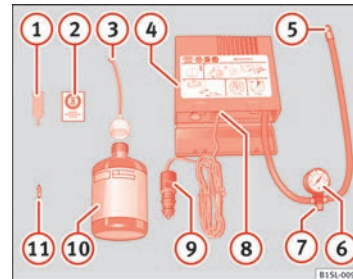

Abb. 146 Prinzipdarstellung: Bestandteile des Pannensets.
Das Pannenset befindet sich im Gepäckraum unter dem Bodenbelag. Es besteht aus folgenden Bestandteilen => Abb. 146:
10. Den Aufkleber ⇒ **Abb. 146** ② aus dem Pannenset im Blickfeld des Fahrers auf die Instrumententafel kleben.
- Mit dem Ventileinsatzdreher ⇒ **Abb. 146** ① den Ventileinsatz aus dem Reifenventil herausdrehen und auf einen sauberen Untergrund legen.
- Reifenfüllflasche ⇒ **Abb. 146** ⑩ einige Male kräftig hin- und herschütteln.
- Einfüllschlauch ⇒ **Abb. 146** ③ fest im Uhrzeigersinn auf die Reifenfüllflasche schrauben. Die Folie am Verschluss wird automatisch durchstoßen.
- Verschlussstopfen vom Einfüllschlauch ⇒ **Abb. 146** ③ entfernen und das offene Ende ganz auf das Reifenventil stecken.
- Ventileinsatz mit dem Ventileinsatzdreher ⇒ **Abb. 146** ① wieder in das Reifenventil schrauben. ▶
- Reifenfüllschlauch  $\Rightarrow$  Abb. 146 ⑤ des Luftkompressors fest auf das Reifenventil schrauben.
- Prüfen, ob die Luftablassschraube  $\Rightarrow$  Abb. 146 ⑦ zuge dreht ist.
- Kabelstecker  $\Rightarrow$  Abb. 146 ⑨ in eine 12-Volt-Steckdose im Fahrzeug stecken  $\Rightarrow$  Seite 118.
- Luftkompressor mit dem EIN- und AUS-Schalter  $\Rightarrow$  Abb. 146 ⑧ einschalten.
- Luftkompressor so lange laufen lassen, bis 2,0 – 2,5 bar (29 - 36 psi / 200 - 250 kPa) erreicht sind  $\Rightarrow$  **⚠. Maximale Laufzeit 8 Minuten**  $\Rightarrow$  ⑩.
Den Reifenfüllschlauch  $\Rightarrow$  Abb. 146 ⑤ wieder anschließen und den Reifenfülldruck an der Reifenfülldruckanzeige ⑥ ablesen.